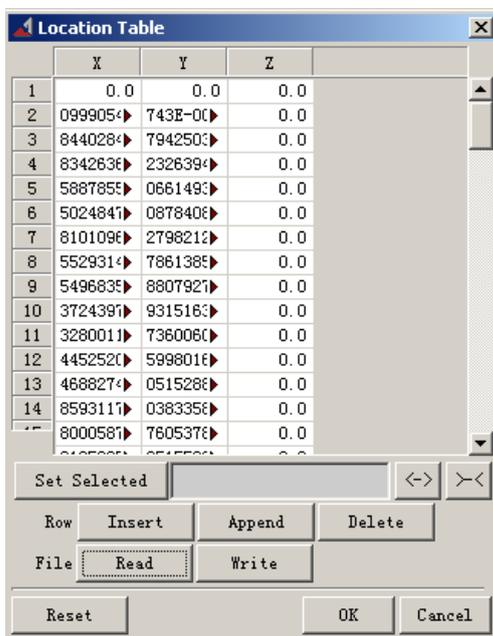
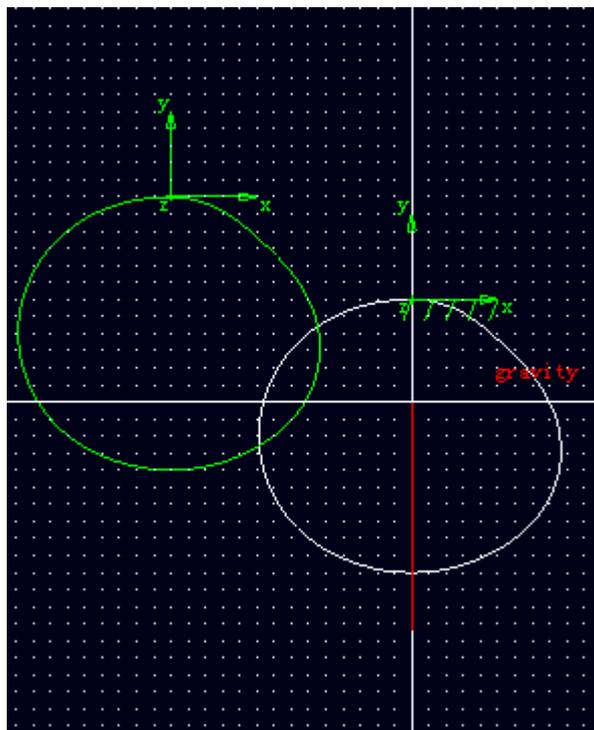

图 4-10 倒入新的 X、Y、Z 坐标值
图 4-11 采用新的坐标值后的样条曲线
4.7 在 **Location Table** 对话框中，点击“**Read**”按钮，打开上面保存的“**tuluen.dat**”文件。则 **Location Table** 对话框中的 X、Y、Z 坐标值产生了变化，如图 4-10 所示。然后点击“**OK**”按钮两次，分别退出 **Location Table** 对话框和 **Modify Geometric Spline** 对话框。则在步骤 4.5 中所画的样条曲线（绿色的）变成了与轨迹曲线（**BSpline: G CURVE_3**）（白色的）一模一样的曲线。如图 4-11 所示。